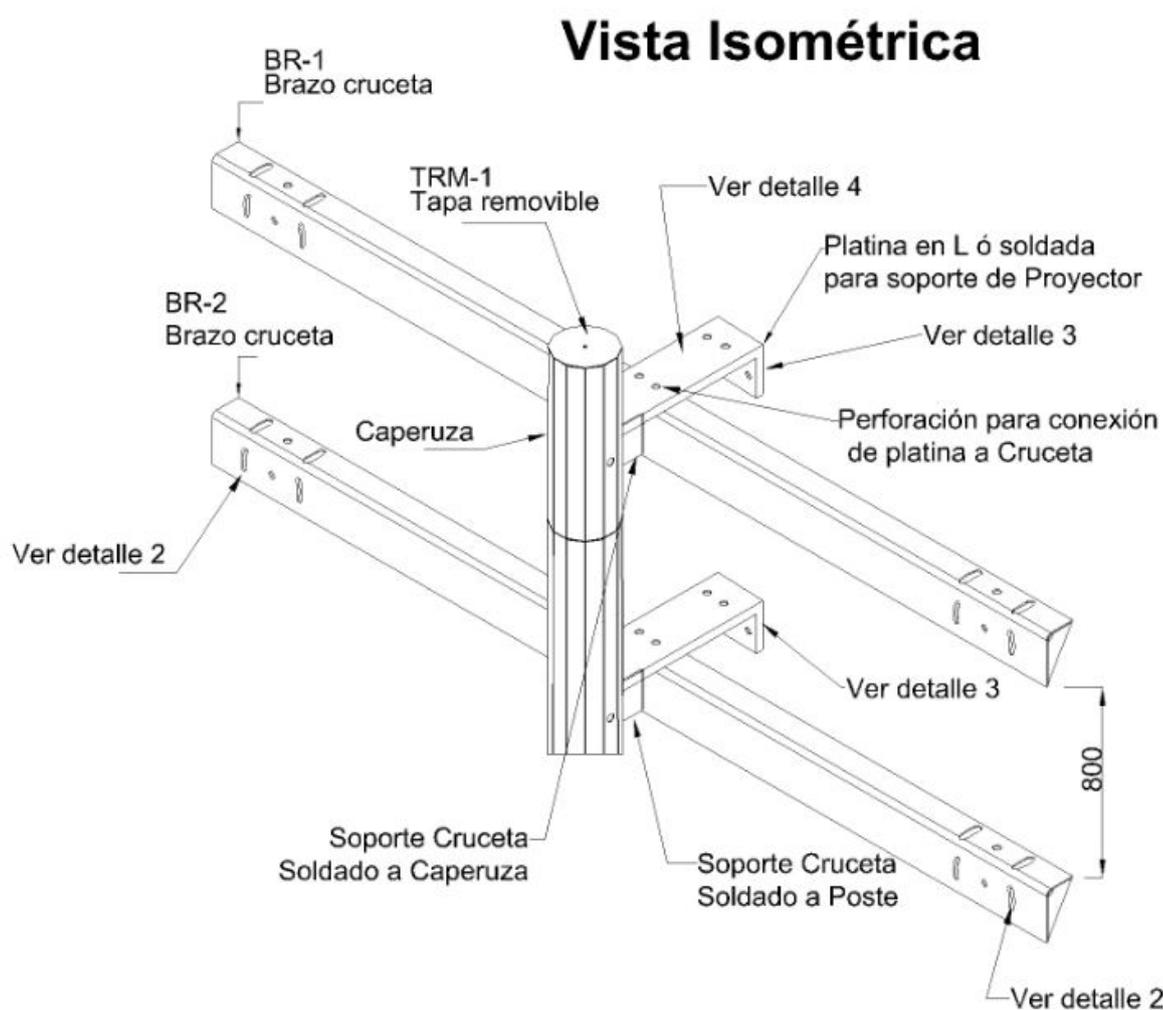

Figura No. 1 Detalle cruceta para instalación de proyectores (Extracto de figura 4. Cruceta para instalación de proyectores ET211)
- El elemento de fijación del proyector deberá ser apto para instalarse con el soporte indicado en la especificación técnica ET211 Poste metálico para alumbrado público con canasta; ver figura No. 1 y